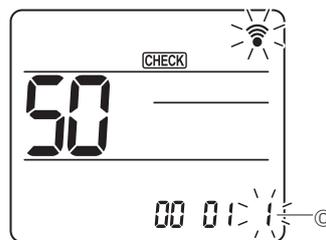

Fig. 6-19
④ Вибір номера параметра
За допомогою кнопки [DOWN] змініть номер налаштування ⑥. (Fig. 6-19)